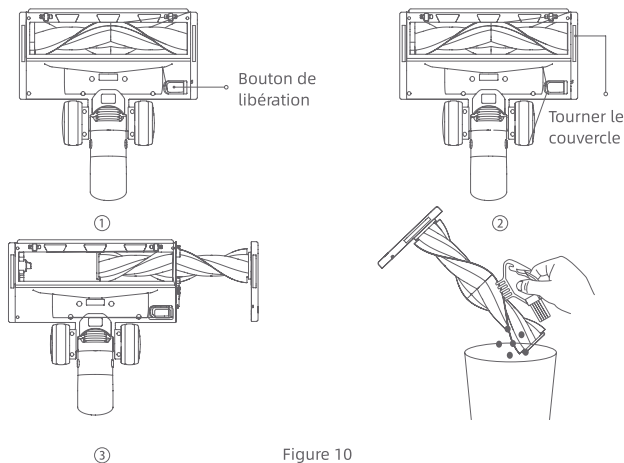

Figure 10
5. En procédant à l'inverse, poussez l'extrémité nettoyée (ou neuve) de la brosse à rouleau sur la brosse à plancher électrique, puis faites glisser l'autre extrémité dans la brosse à plancher électrique, fermez le couvercle et verrouillez-le en place. (Figure 10)